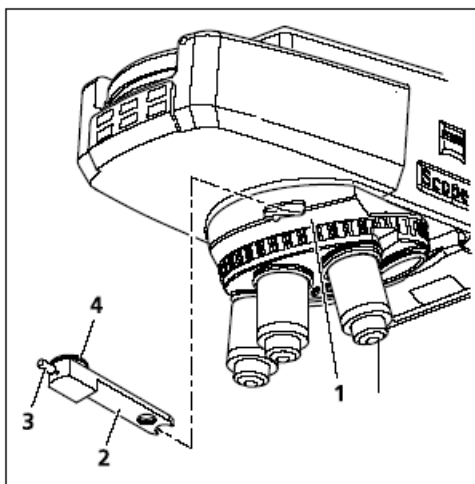
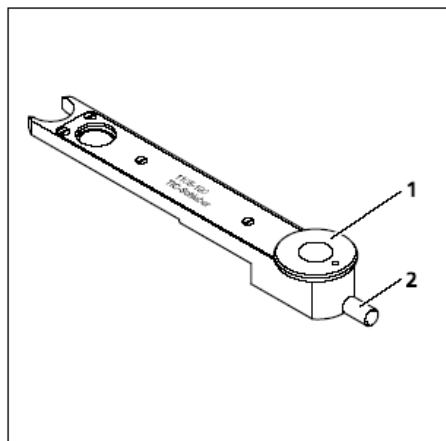

图4-12 配有 6x20 C-DIC 插板的 6x20 补偿镜插孔。
图4-13 6x20 TIC 插板
(3) 反射光 DIC，更适合于 5x 到 100x 的 Epiplan 和 10x 到 100x 的 LD-Epiplan 物镜
(4) 反射光 C-DIC
- 把 C-DIC 插板（图4-12/2）推入 6x20 补偿镜插孔（图4-12/1）。
- 安置标本，聚焦并转动 C-DIC 插板上的控制旋钮（图4-12/4），使感兴趣结构可见，且对比度达到最大。无须进一步旋转载物台。
- 可调节控制旋钮（图4-12/3）优化对比度。
(2) 使用设备
(3) 校准反射光 TIC
- 把 6x20 TIC 插板推入 6x20 补偿镜插孔（图4-12/1）。视场中即可见彩色干涉条纹。使用 TIC 插板的控制旋钮（图4-13/2）把视域边的黑色干涉条纹移到视场的中心位置。
- 为了选择需要测量的结构，转动 TIC 插板上的旋钮（图4-13/1），直到干涉条纹方向垂直于样品（参见图4-14）。可使用控制旋钮（图4-13/2）移动干涉条纹。